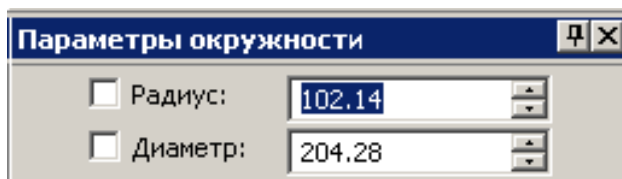

Рисунок 3 – Окно свойств параметров окружности
– окружность с центром в узле, строится в режиме . Для построения такой окружности необходимо задать два элемента: либо центр и радиус (диаметр), либо центр и узел, через который проходит окружность, либо центр и касание к прямой или другой окружности. В качестве центра выбирается узел чертежа или пересечение линий построения. Если необходимо точно задать радиус или диаметр, то его значение набирается в окне свойств (рисунок 3), без вызова этой опции радиус или диаметр будет взят по положению курсора. Если задается касание или узел, то необходимо указать курсором на нужный элемент построения чертежа.